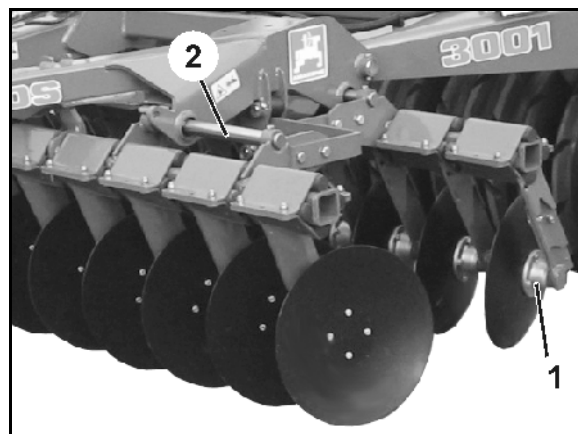

Fig. 8
Lageret til hulskålene (Fig. 8/1) består av et toraders skrått kulelager med glideringspakning og oljefylling og er vedlikeholdsfritt.
- Forskyvningen av de to skålrekkene tilpasses arbeidsdybden og hastigheten ved hjelp av forskyvningsenheten (Fig. 8/2). Innstillingen foretas med **AMAZONE**-eksenterbolten.